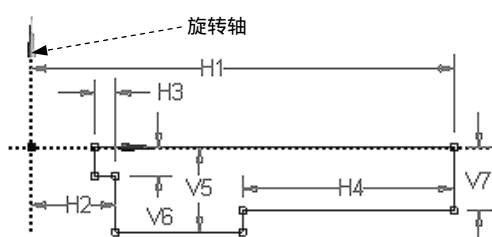

图 3.11.3 草图 1
(1) 绘制图 3.11.3 所示的草图 1。在“草图绘制”工具条的 **XYPlane** 下拉列表中选择 **YZPlane** 平面为草图平面，单击“New Sketch”按钮 ，绘制图 3.11.3 所示的截面草图，其中 $H1=300$ ， $H2=60$ ， $H3=15$ ， $H4=150$ ， $V5=60$ ， $V6=20$ ， $V7=45$ 。